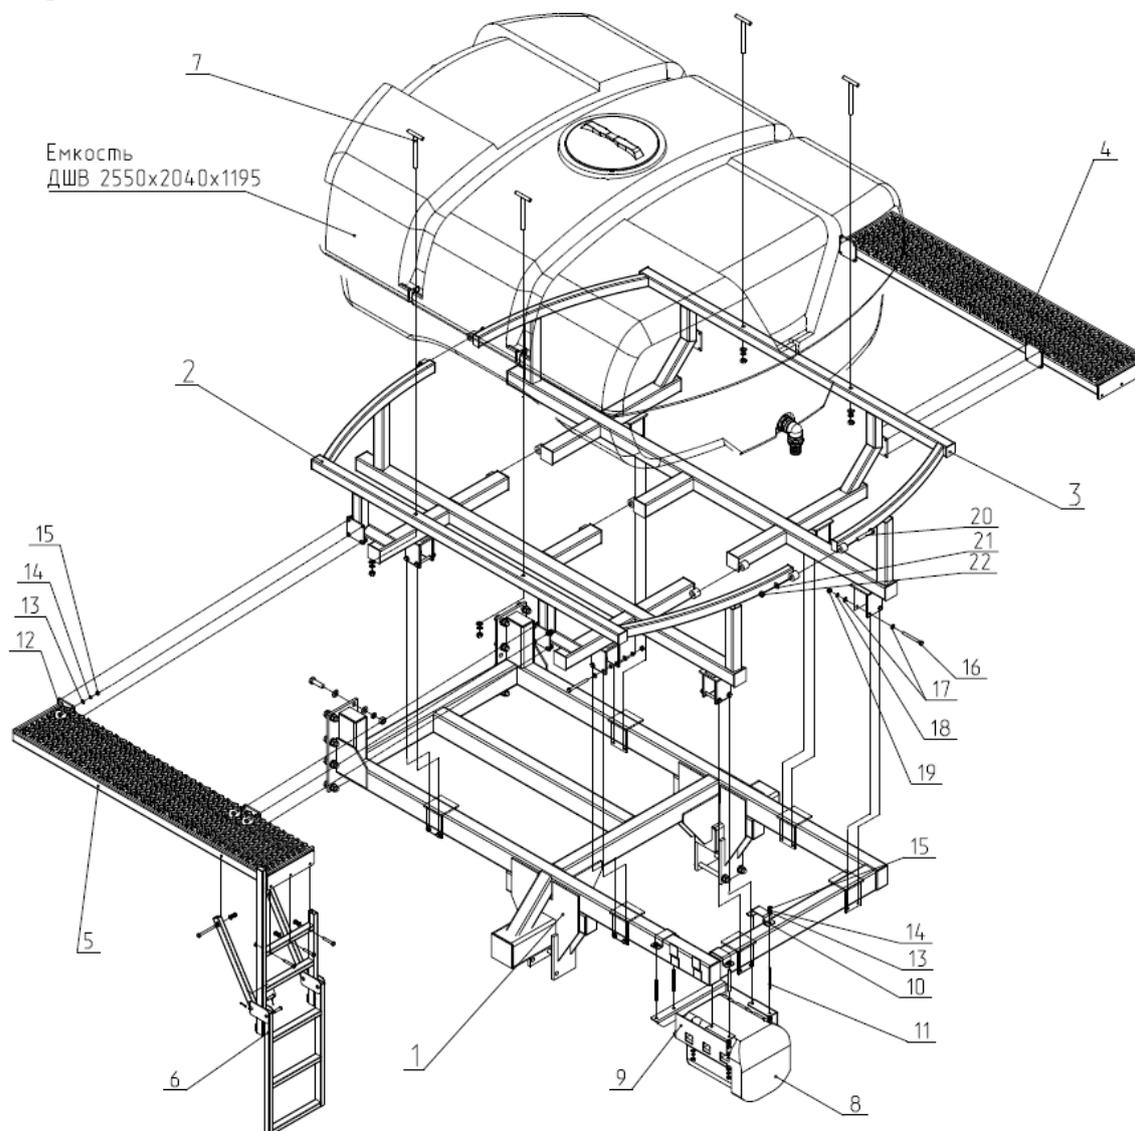

Рис. 8 Сборка тележки
2.1.7. Обвязка емкости (рис. 8) представляет собой сварную рамную конструкцию состоящую из двух частей 2, 3 и предназначена для закрепление емкости на раме. Крепится на раме болтами М12х120.
2.1.8. Ступеньки 6,7 представляют собой сварную конструкцию и закрепляются на обвязке (рис. 8).